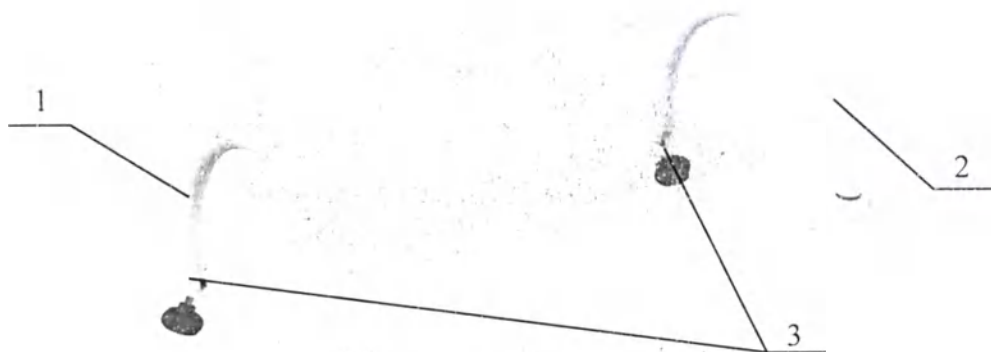

Рисунок 6. Ограждение боковое левое и ограждение боковое правое.
6. Ограждение боковое левое и ограждение боковое правое (Рисунок 6). Ограждения предназначены для надежной фиксации пациента в кресле. Оснащены встроенными крепежными зажимами для крепления на направляющих рейках кресла.